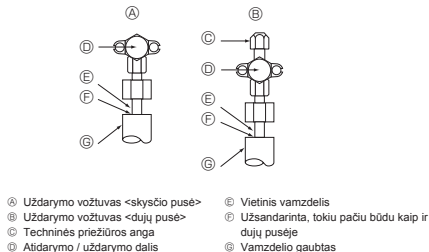

Fig. 5-4
5.4. Šaltnešio vamzdelio hermetiškumo patikros būdas (Fig. 5-4)